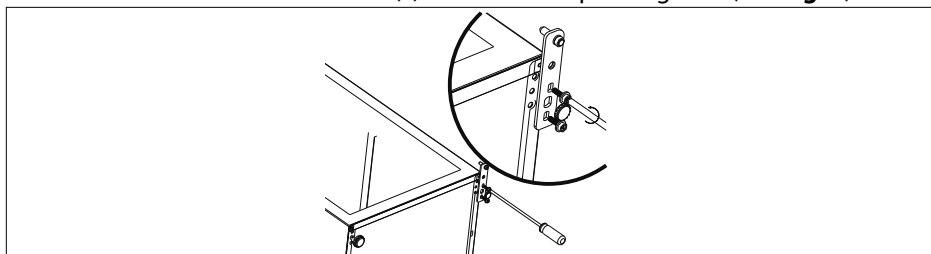

Fig. 6
- ▶ Dévissez la charnière inférieure (5) et dévissez le pied réglable (voir **fig. 6**).